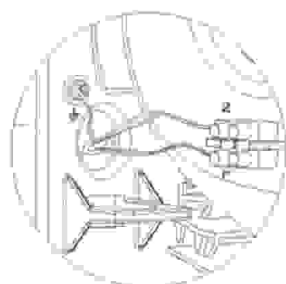

Fig. 8
4. Podłącz przewód zerowy i fazowy (N, L) do kostki a kabel A/V do śruby połączenia uziemiającego (Klasa I) (patrz Rys.8).